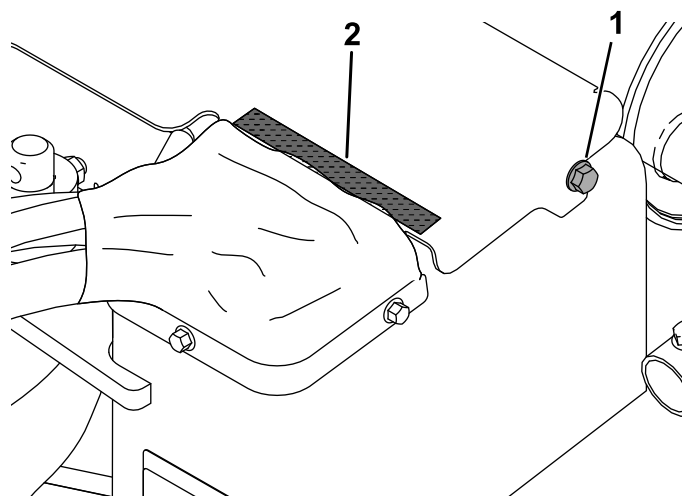

Figura 14
9. Fissate la copertura idraulica utilizzando 1 bullone ($\frac{5}{16}$ " x $1\frac{1}{4}$ ", precedentemente rimosso), come illustrato nella Figura 14.
10. Pulite la superficie della copertura idraulica in cui state facendo aderire la striscia di fissaggio (Figura 14).
11. Togliete il supporto dalla striscia di fissaggio a gancio e anello rimanente e fatela aderire alla copertura idraulica (Figura 14).